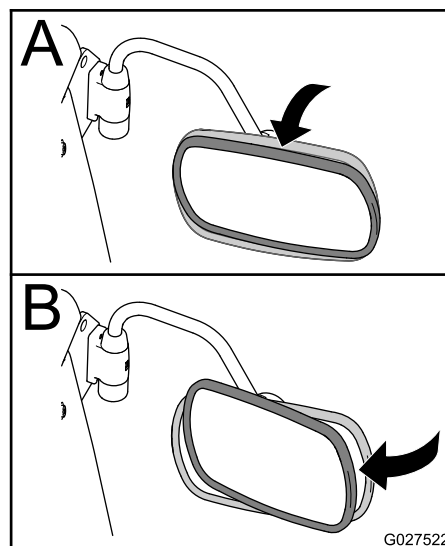

Figura 8
3. Usate 2 mani per ruotare lo specchietto in su o in giù sul suo supporto sferico (A in Figura 8).
4. Usate 2 mani per ruotare lo specchietto a sinistra o a destra sul suo supporto sferico (B in Figura 8).